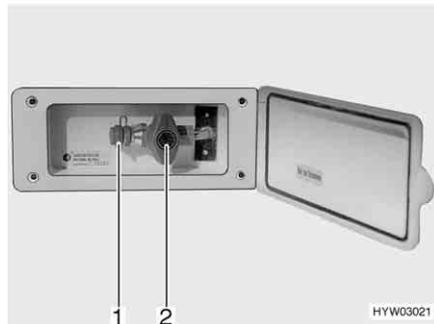

Fig. 142 Toma exterior de gas, válvula de paso de gas cerrada
La toma externa de gas (Fig. 142) está, en función del modelo, en la parte trasera o en el lado izquierdo o derecho del vehículo.
- Conectar el aparato de gas externo en el punto de conexión (Fig. 142,1).
- Abrir la válvula de paso de gas (Fig. 142,2).